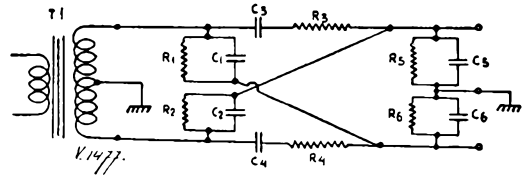

Fig. 2
- R1-R6 = zie fig. 2
- C1-C6 = zie fig. 2
daarin een hele uitwerking van de zaak, maar voor ons is alleen de uitkomst van belang (fig. 2).